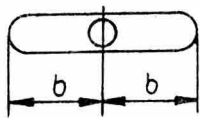

Fig. 5
3.1.3. Desserrer le contre-écrou de la vis sans tête d'ajustage du support de la barre à aiguille. Tourner la vis sans tête jusqu'à ce que l'aiguille soit au centre de son trou lors de l'introduction, ce qui représente un ajustage parfait de la machine dans cette position (voir la fig. 5 et Planche 1 numéro 3).